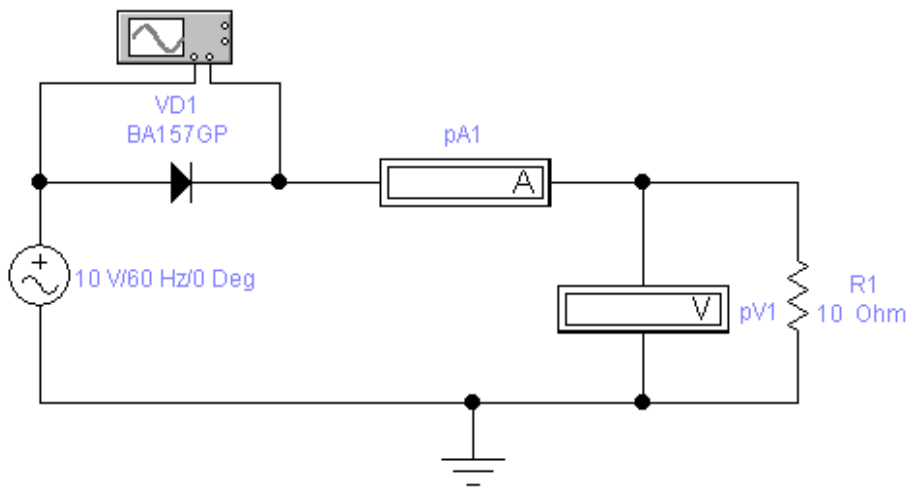

Рисунок 4.5 - Схема для дослідження електричного кола з випрямним діодом
6. Набрати схему для дослідження електричного кола з випрямним діодом (рисунок 4.5).